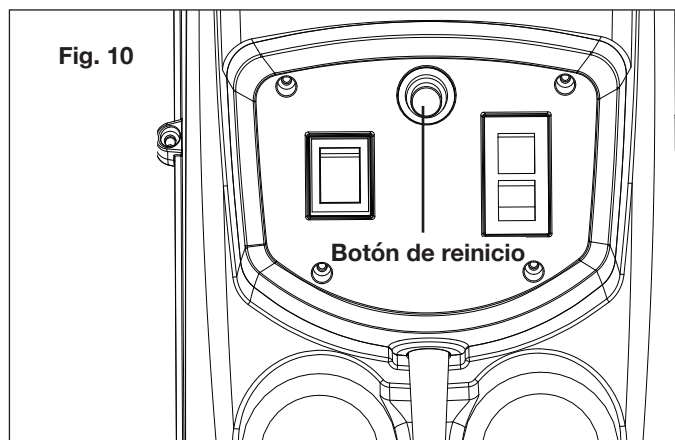

Fig. 10
1. Para reiniciar la astilladora + trituradora de ramas, presione primero el botón de reinicio (Fig. 10).